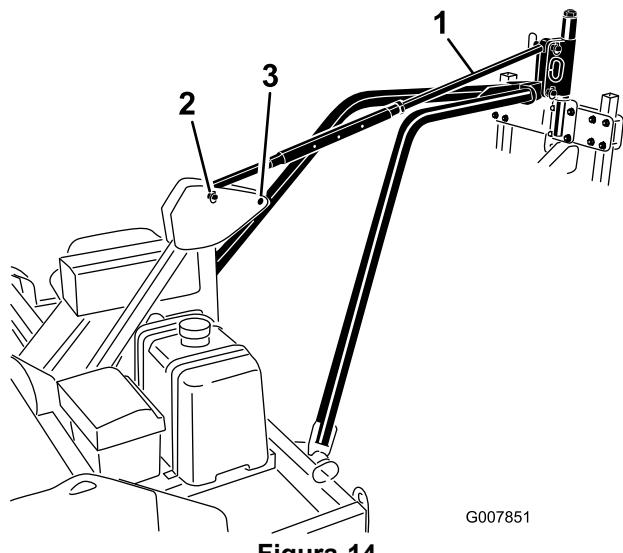

Figura 14
- 5. Allineate il foro della piastra di fissaggio del braccio di traino ai fori inferiori del perno girevole di attacco dell'arieggiatore (Figura 14).
- 8. Fissate il perno di comando ai fori superiori del perno girevole di attacco dell'arieggiatore e al perno girevole di attacco del telaio utilizzando i perni di traino e gli acciari (Figura 14).